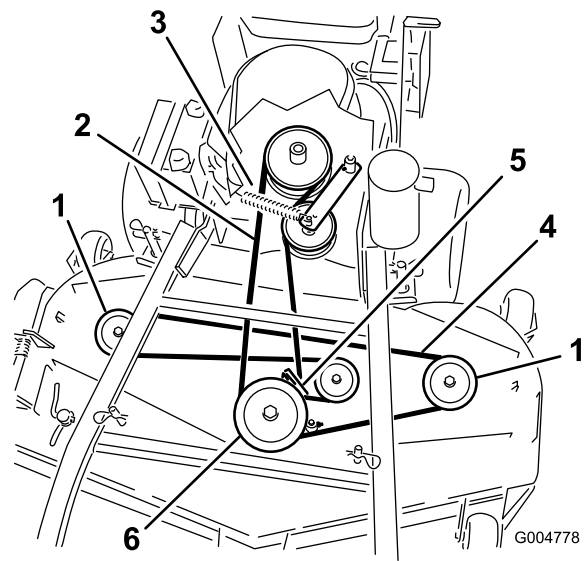
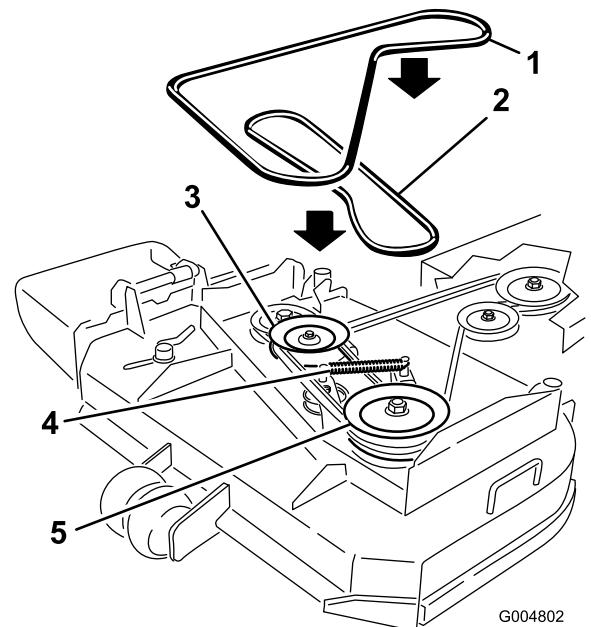

Figure 48
Figure 49
6. Décrochez le ressort du bras de la poulie de tension pour réduire la tension sur le bras et la poulie de tension, puis enlevez la courroie usagée (Figure 48 ou Figure 49).
7. Placez une courroie neuve autour des deux poulies d'axe extérieures, de la poulie de tension et dans la gorge inférieure de la poulie d'axe double (Figure 48 ou Figure 49).
8. Raccrochez le ressort du bras de tension (Figure 48 ou Figure 49).
10. Réglez l'écartement entre le guide et la courroie à 3 mm (1/8 pouce) (Figure 48 ou Figure 49).